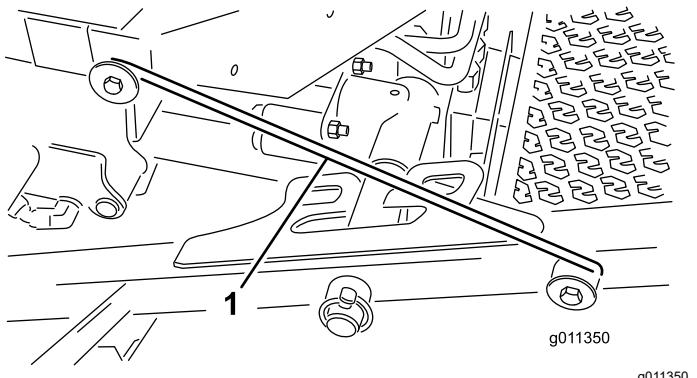

Рисунок 36
5. Поднимите наружную часть передних режущих дек и установите защелку на штифт рамы, смонтированный в передней части платформы оператора (Рисунок 36).
4. Отсоедините шток защелки (Рисунок 36) от переднего держателя несущей рамы.